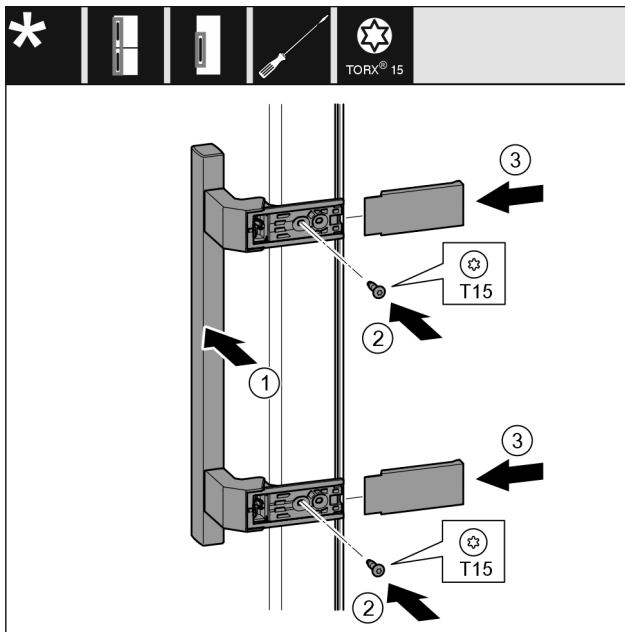

Fig. 22
- ▶ Helyezze fel a fogantyút Fig. 22 (1) a másik oldalra.
- ▶ Húzza meg a csavarokat Fig. 22 (2) csavarhúzóval.
- ▶ Helyezze fel a fedeleket Fig. 22 (3) oldalra, és tolja fel őket.